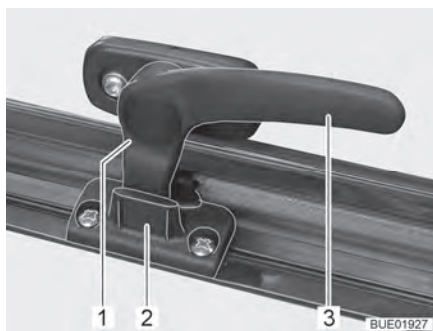

Fig. 20 Palanca de bloqueo en la posición de "ventilación continua"
- En la posición "ventilación continua" (Fig. 20)
- Girar la palanca de bloqueo (Fig. 20,3) un cuarto de vuelta hacia la mitad de la ventana.
- Girar la palanca de bloqueo un cuarto de vuelta hacia el marco de la ventana. El saliente de bloqueo (Fig. 20,1) se ha de introducir para ello en el rebaje del bloqueo de la ventana (Fig. 20,2).